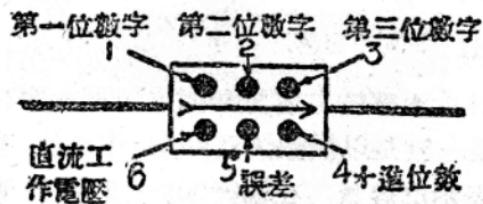

图12 云母电容器的色标位置
2. 云母电容器 这种电容器的电容量和耐电压都标明在电容器的表面上。电容量一般是以微微法 ( $\mu\mu f$ ) 作单位。有些云母电容器也用色标表示电容量，在国产90y—2型扩音机中，有六个色标的云母电容器，如图12所示。
云母电容器的矢形依照图12方向放置，1、2、3、4、5、6、表示色标的位置，各个色标代表的数字规定在上表中。第1、2、3、